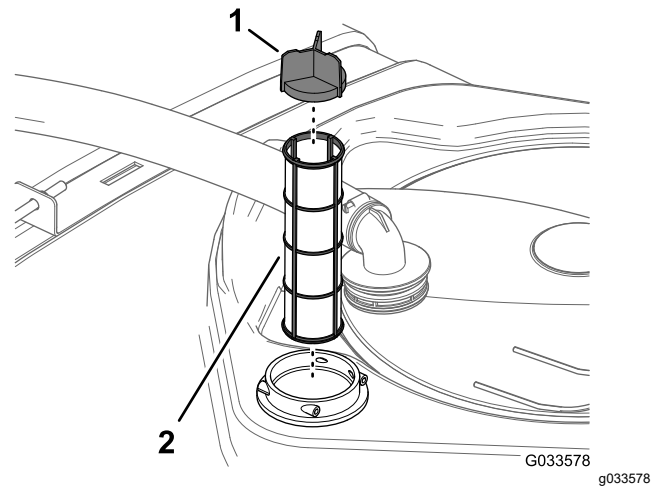

**Figura 144**
2. Au sommet de la cuve du pulvérisateur, retirez l'étrier qui fixe le raccord de flexible sur le grand flexible et le logement du filtre (Figura 144).
3. Retirez le flexible et le raccord du logement du filtre (Figura 144).